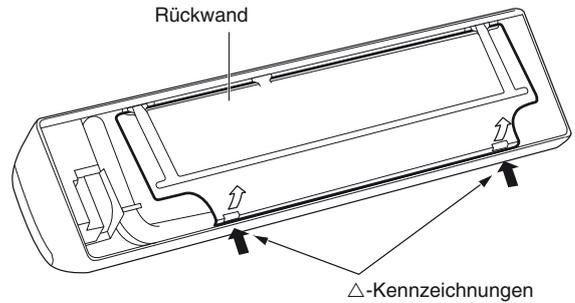

Abb. 3-2
- (2) Die zwei Δ Kennzeichnungen an der Rahmenabdeckung drücken und die feststehenden Ansätze vom Rahmen lösen. (Abb. 3-2)